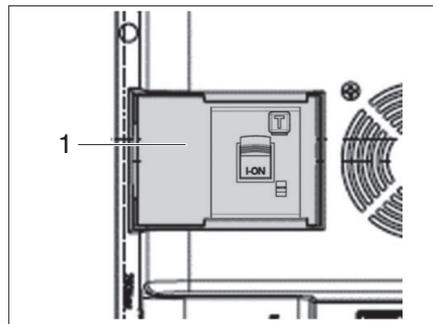

Bild 57 230-Volt-Kombi-Sicherungsautomat
Das 230-Volt-Stromnetz (Außenanschluss) ist mit einem Kombi-Sicherungsautomaten (Bild 57,1) an der E-Box ausgestattet. Dieser beinhaltet eine Fehlerstromschutzeinrichtung (FI) und den Leitungsschutz. Der Kombi-Sicherungsautomat springt bei Kurzschluss, Fehlerstrom und bei Überlastung im Leitungsnetz an.